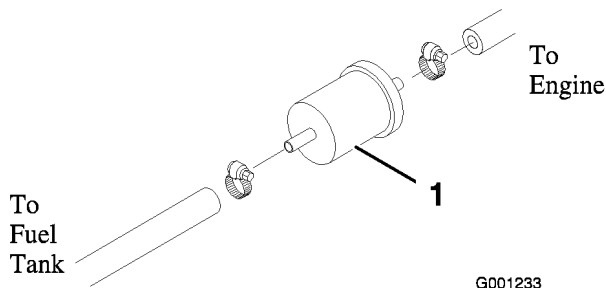

Figure 51
Le préfiltre à carburant (Figure 51) est monté entre le réservoir de carburant et la pompe d'alimentation. Changez-le toutes les 400 heures de fonctionnement ou une fois par an, la première échéance prévalant.
1. Serrez l'extrémité des deux conduites d'alimentation raccordées au filtre pour que le carburant ne s'écoule pas quand vous débranchez les conduites (Figure 51).